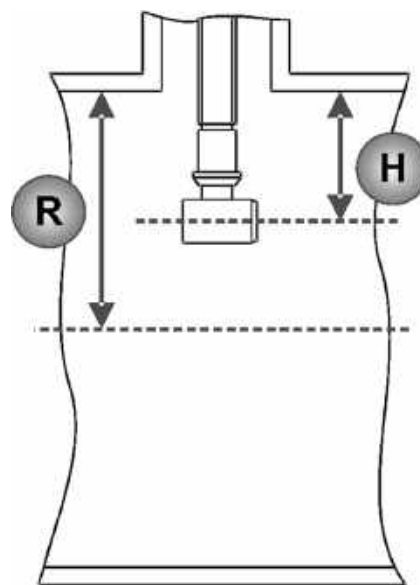

Рисунок 5. Вариант расположения датчика расхода
- Датчик погружного преобразователя может быть установлен в центре трубы (**R**) (рекомендуется для диаметров 300...800 мм) или на окружности средней скорости потока (**H**) (рекомендуется для диаметров 800...2000 мм). Возможное положение датчика показано на рис. 5.